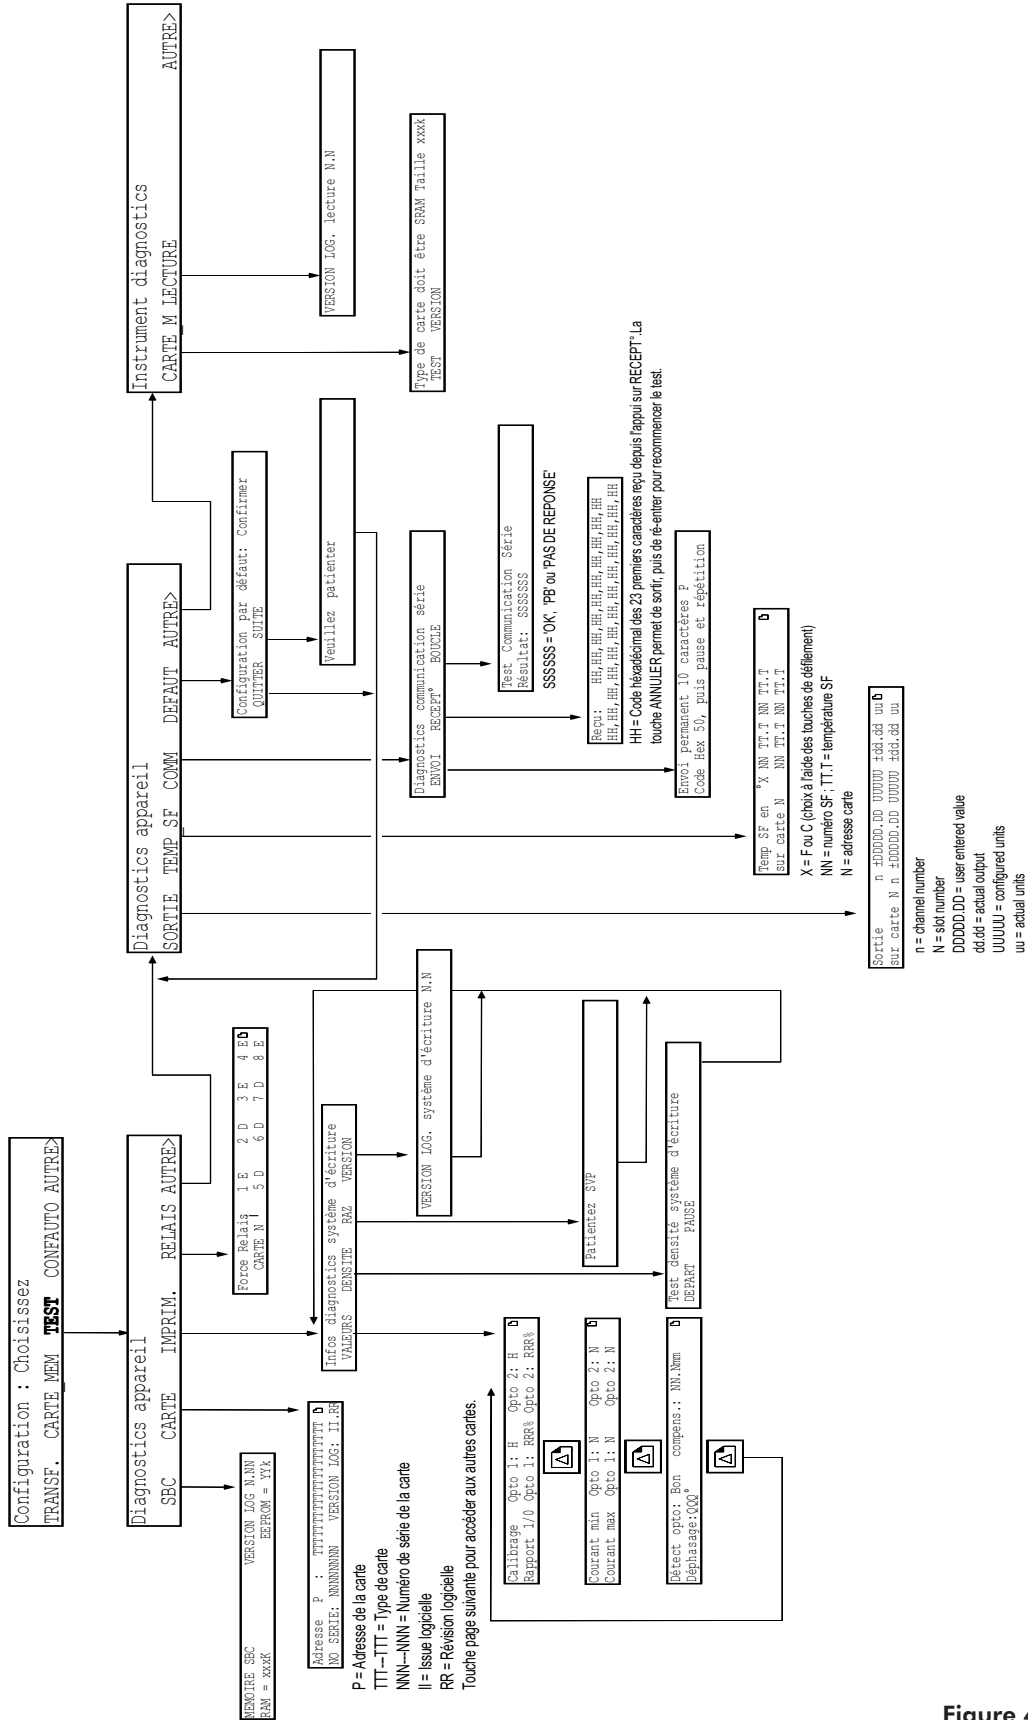

Figure 4.12 Menus TEST
Comme le montre la figure 4.12, l'appui sur la touche TEST appelle la première page de diagnostic de l'appareil. Les notes ci-dessous précisent les informations contenues dans cette figure.
- Si la détection de bord est bonne (Bon) ou mauvaise (Mauv) (voir figure 4.12).